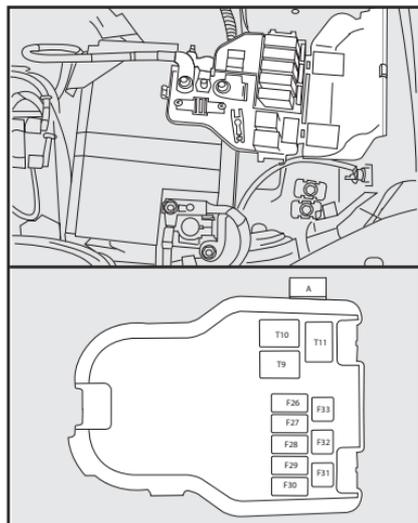

fig. 18
Os fusíveis do Fiat Palio estão colocados em centrais localizadas, respectivamente, debaixo do painel de instrumentos, à esquerda do volante **fig. 17** (versões 1.0 e 1.4) ou **fig. 19** (versões 1.6 e 1.8); no vão motor, ao lado da bateria **fig. 20** (versões 1.6 e 1.8) e sobre o pólo positivo da bateria **fig. 18** (versões 1.0 e 1.4).
Para a identificação do fusível de proteção, consultar as tabelas seguintes, fazendo referência às ilustrações **fig. 17**, **fig. 18**, **fig. 19** e **fig. 20**.
- fig.18